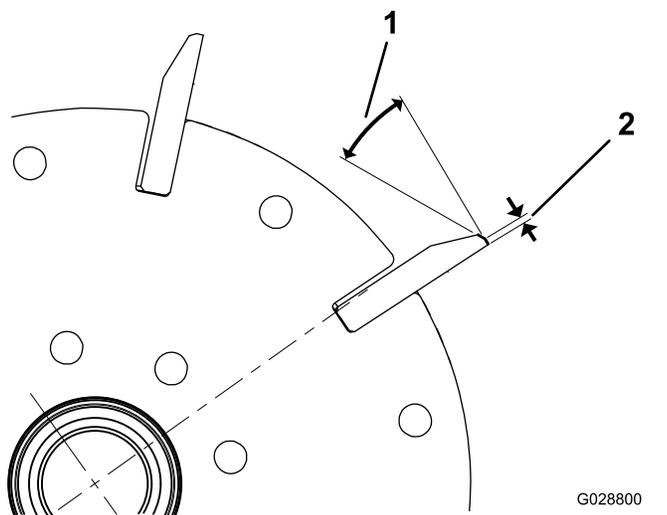

Figura 26
1. Applicate un'ulteriore rettifica di 30 gradi sulle lame del cilindro in modo da ottenere una larghezza di 1,3 mm (Figura 26).